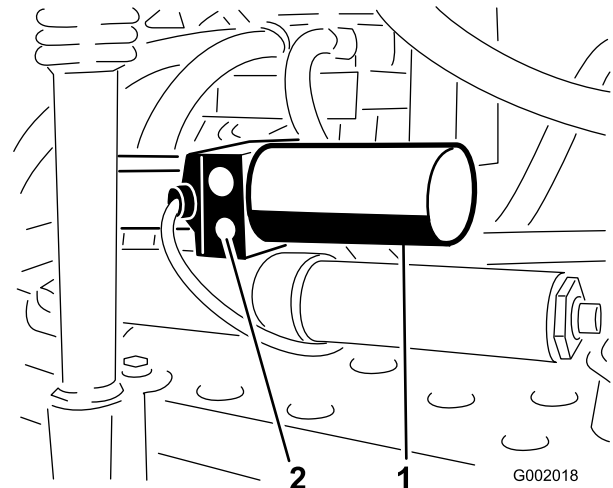

Bild 59
1. Ermitteln Sie das manuelle Überdruckventil am Aktuator jedes Auslegers. Das manuelle Überdruckventil ist das kleinste Ventil. Es befindet sich nur an einer Seite des Aktuators (Bild 59).